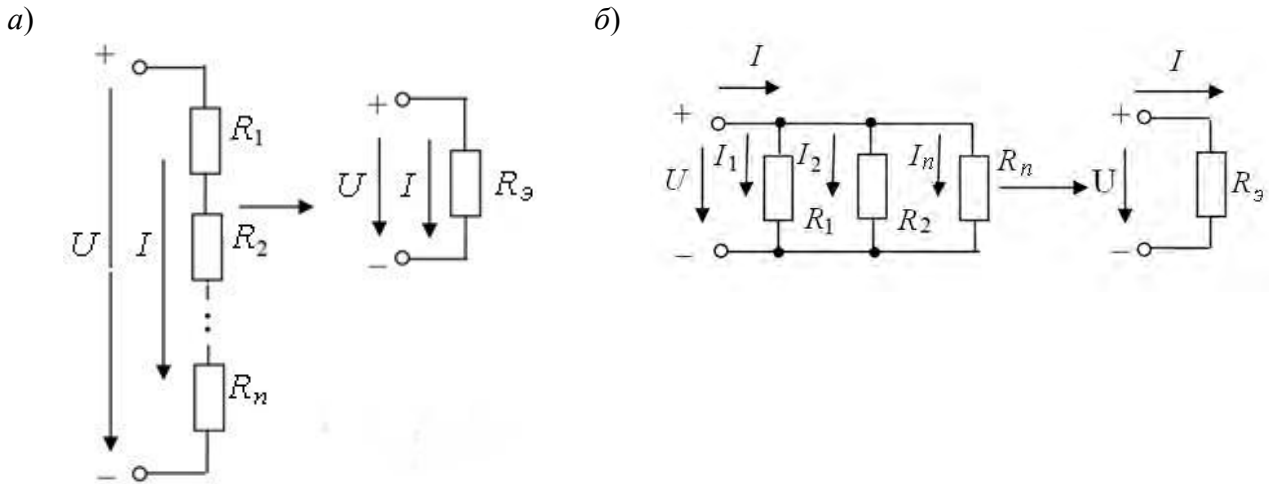

Рисунок 1 – Последовательное и параллельное соединение резисторов
– замена нескольких последовательно или параллельно соединенных резисторов одним (рисунок 1).